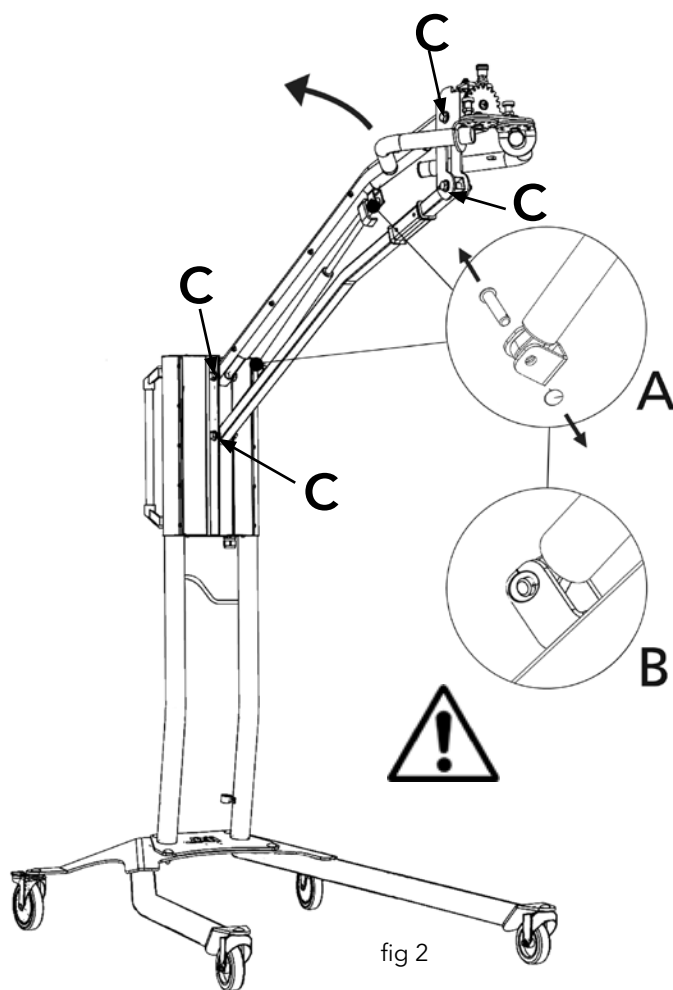

fig 2
Si le sèche-linge mobile ne s'immobilise pas dans sa position la plus haute ou la plus basse, mais qu'il tombe ou se relève de lui-même, resserrez les 4 boulons indiqués par la lettre « C » sur la figure 2. Si le bras ne s'arrête pas encore ou si le bras devient lourd à régler, le ressort à gaz doit être remplacé.
2. Placez le bras parallèle en position relevée maximale (fig 2).
4. Déposez les bagues et les deux goupilles de blocage. Déplacez légèrement le ressort à gaz vers le haut/avant, puis démontez-le (fig 2).